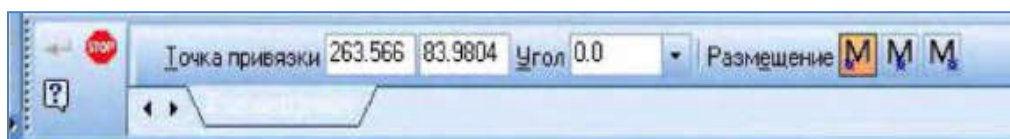

Рисунок 3.16 - **Панель свойств** для указания размещения надписи на чертеже
– Кнопка **Ввод текста**. При вводе этой команды появляется изображение (рис. 3.16). Указав графическим курсором на рабочем поле, положение начальной точки текста, фиксируем его нажатием левой клавиши мыши.